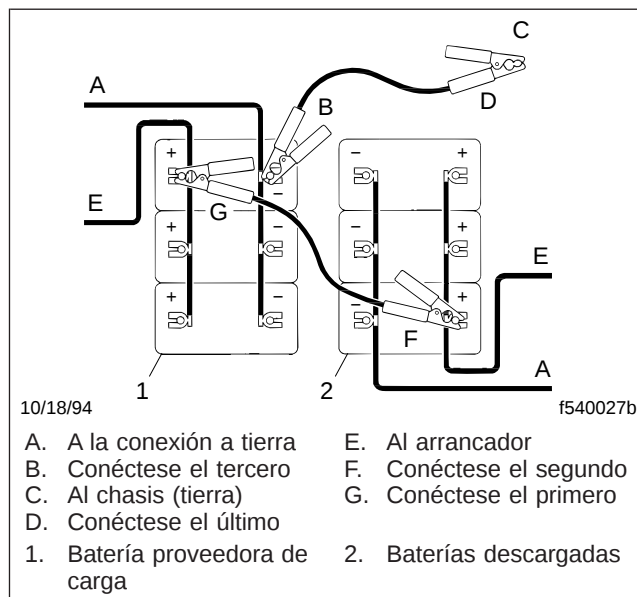

Figura 13.3, Conexiones de los cables de puente
2. Conecte un extremo de un cable de puente al terminal positivo de la batería elevadora de voltaje (o al borne para arranque con cables de puente, si así está equipado), y conecte el otro extremo del cable al terminal positivo de la batería descargada (o al borne para arranque con cables de puente, si así está equipado). Vea la Figura 13.3.